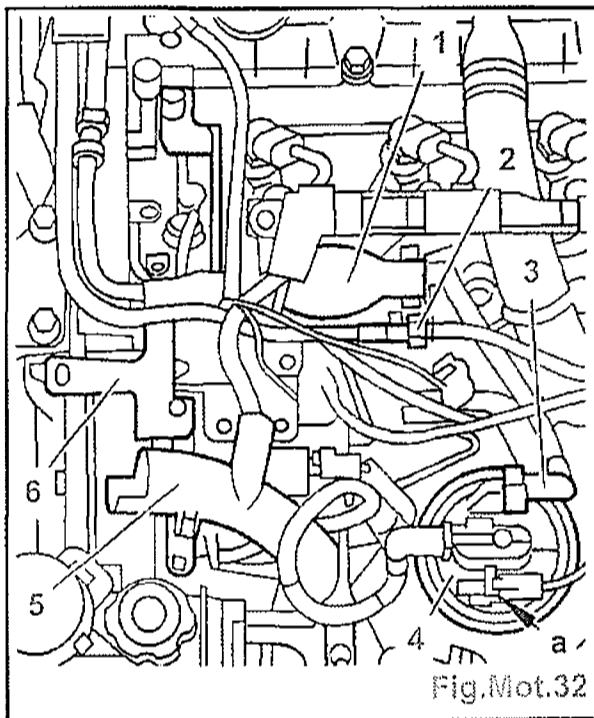

Fig.Mot.32
- Déposer la pompe d'amorçage (1) (Fig. Mot.32).